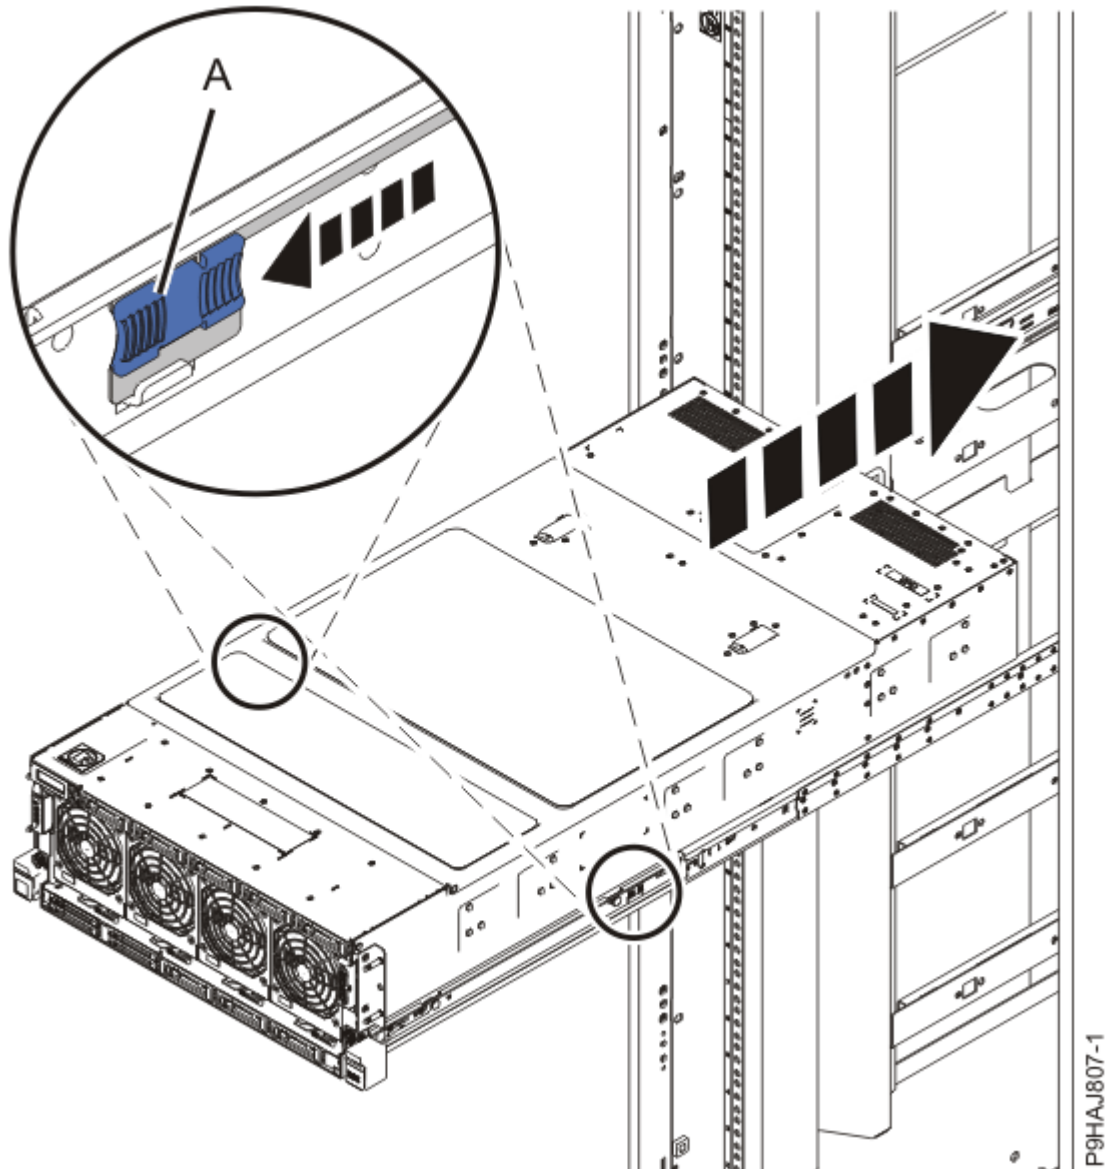

Abbildung 20. Verriegelungen in der Mitte der Schienen entriegeln und das System in das Rack schieben
2. Gehen Sie zur Vorderseite des Racks. Entriegeln Sie die Verriegelungen in der Mitte der Schienen (**A**) und schieben Sie das System halb in das Rack (siehe Abbildung 20 auf Seite 22).